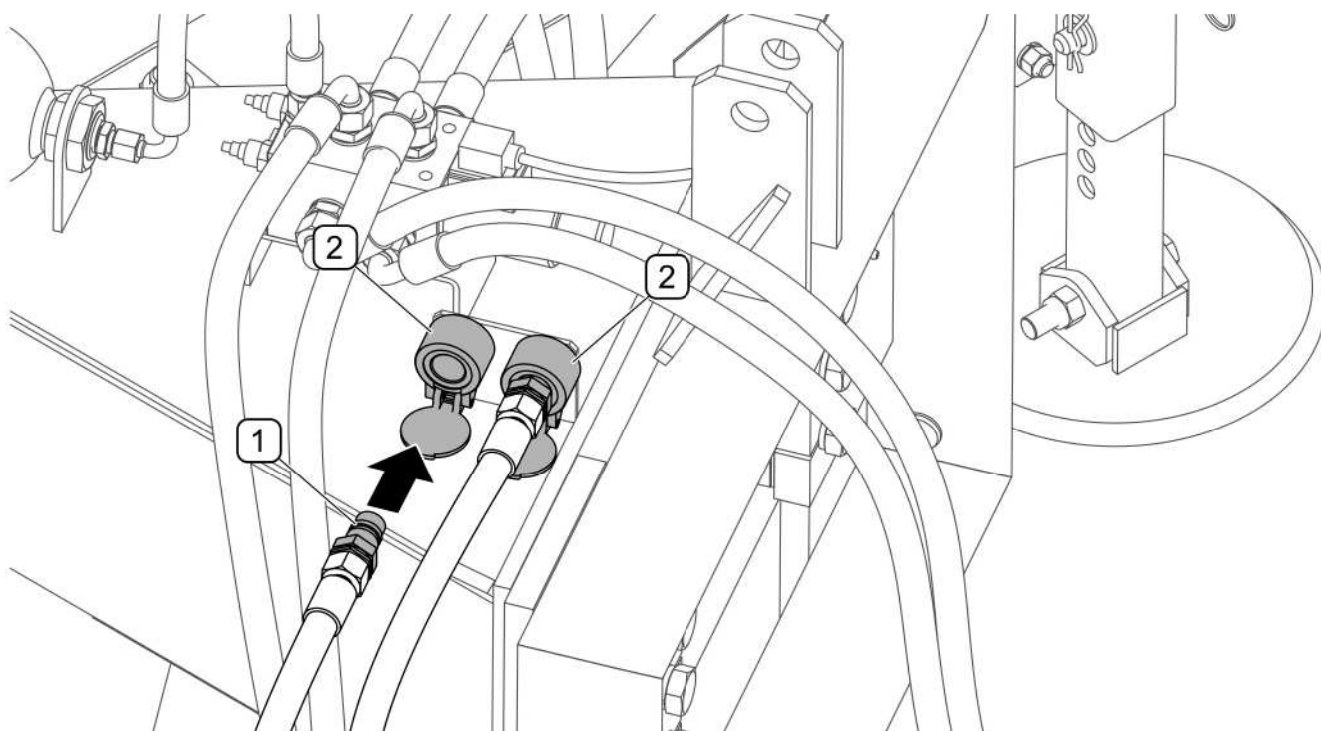

РИСУНОК 4.11 Предохранение штекеров гидропроводов
- закрыть колпачками штекеры (1) быстроразъемных гидравлических соединений и поместить в специальные гнезда (2) на раме (РИСУНОК 4.11)